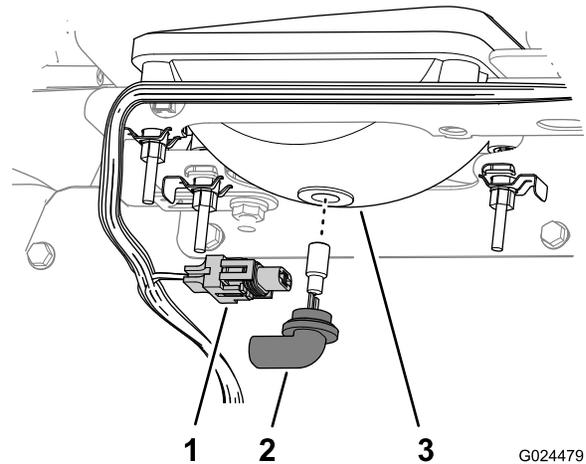

Bild 39
3. Schließen Sie den elektrischen Anschluss für den Kabelbaum vom Lampenanschluss hinten am Scheinwerfergehäuse ab (Bild 39).
4. Drehen Sie die Birne um eine Vierteldrehung nach links und bewegen sie nach hinten aus dem Lampengehäuse (Bild 39).
5. Setzen Sie die neue Birne und das neue Scheinwerfergehäuse ein und fluchten Sie die Nasen in der Birne mit den Schlitzen im Scheinwerfergehäuse aus (Bild 39).
6. Drehen Sie die Lampe um eine Vierteldrehung nach rechts, um sie zu befestigen (Bild 39).
7. Schließen Sie den elektrischen Anschluss für den Kabelbaum am Anschluss der neuen Lampe an (Bild 39).